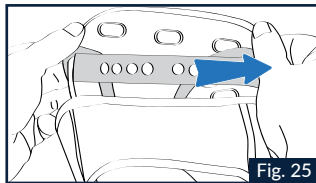

Fig. 25
1.3 Die Schritte 1.1 und 1.2 mit dem hinteren runden Knopf, welcher sich unterhalb der Polsterung befindet, wiederholen (Abb.25). Durch Annähern der beiden Einstellknöpfe des Seitenfutters positioniert sich der Helm Schritt für Schritt höher auf dem Kopf.